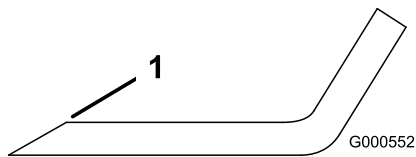
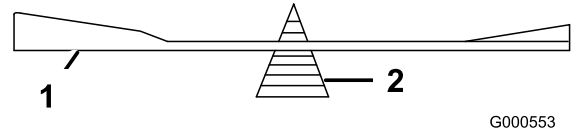

Bild 49
Bild 50
- Schärfen Sie die Schnittkante an beiden Enden des Schnittmessers mit einer Feile (Bild 49). Behalten Sie den ursprünglichen Winkel bei. Das Schnittmesser behält seine Auswuchtung bei, wenn von beiden Schnittkanten die gleiche Materialmenge entfernt wird.
- Überprüfen Sie die Auswuchtung des Schnittmessers auf einer Ausgleichsmaschine (Bild 50). Wenn das Schnittmesser in seiner horizontalen Position bleibt, ist es ausgewuchtet und kann wiederverwendet werden. Feilen Sie, wenn das Schnittmesser nicht ausgewuchtet ist, vom Flügelbereich des Messers etwas Metall ab (Bild 49). Wiederholen Sie diesen Vorgang, bis das Messer ausgewuchtet ist.